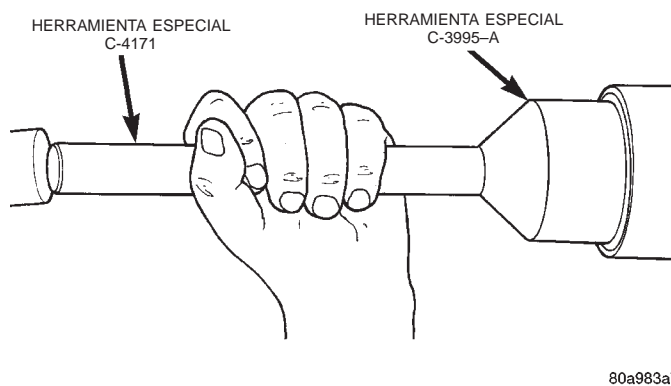

Fig. 22 Instalación de la junta del estribo del retenedor de cojinete trasero
(1) Coloque la junta en su posición en el retenedor de cojinete trasero.
(2) Inserte la junta en el retenedor de cojinete trasero con el instalador de juntas C-3995-A o C-3972 (Fig. 22).
(3) Introduzca cuidadosamente la horquilla desplazable del eje propulsor en el retenedor y las estrias del eje transmisor. Alinee las marcas efectuadas durante el desmontaje y conecte el eje propulsor al estribo del piñón del eje trasero.